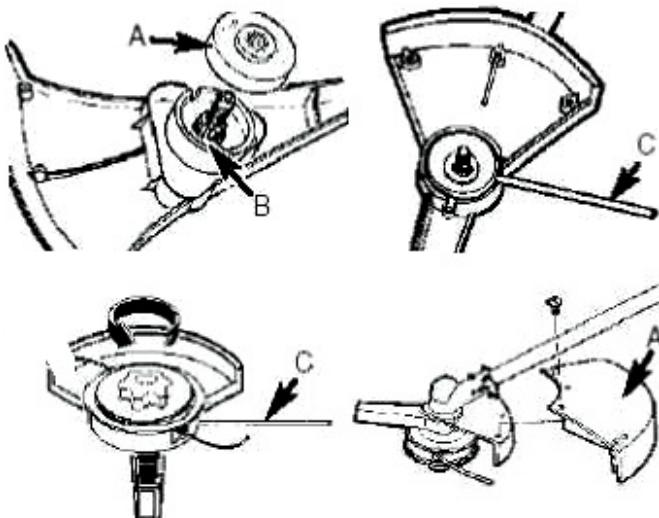

Рис.4
- Установите защитную муфту (A), убедившись, что прокладка муфты (B) находится на месте (Рис.4).
- Вставьте стопорную шпильку в отверстие на корпусе (С), тем самым, заблокировав внутренний гибкий вал. Наверните вручную режущую головку на резьбовую часть вала. Затяните вручную режущую головку (Рис.4).